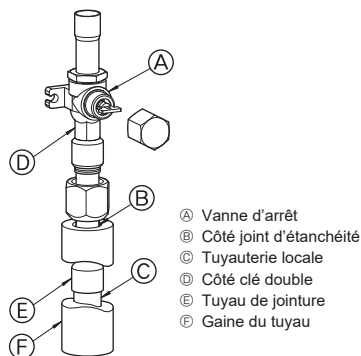

Fig. 4-3
- Respecter la procédure suivante pour le raccordement des tuyaux côté gaz. (Fig. 4-3)